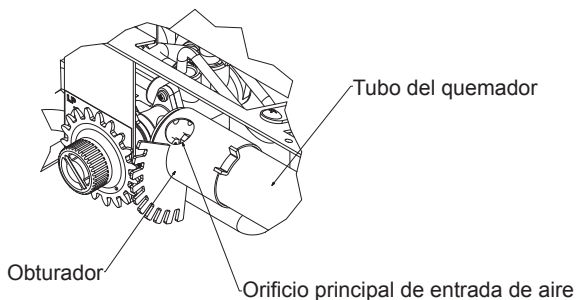

Fig. 21: ranura principal de entrada de aire en el tubo del quemador
2. Compruebe que el quemador, el piloto y los orificios principales de entrada de aire del soporte del orificio no tengan polvo ni suciedad (consulte la Fig. 21).